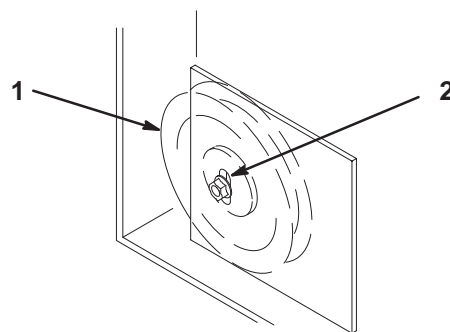

Figure 78
11. Si la plaque de la poulie de tension touche le bout de la fente de réglage et qu'il faut encore tendre la courroie, une légère modification de la poulie de tension fixe droite peut offrir un réglage de tension supplémentaire (Fig. 78).